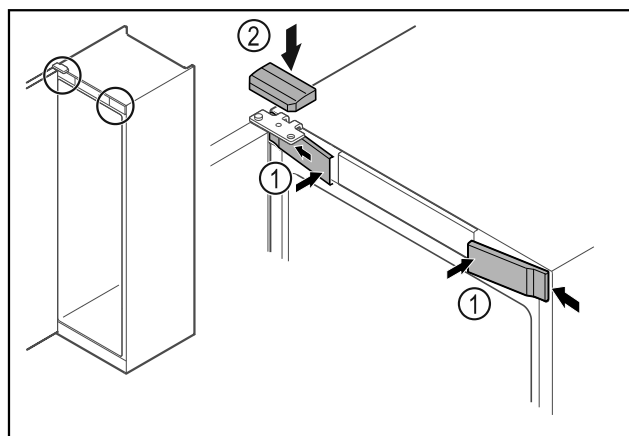

Fig. 27
- Αναρτήστε τα μπροστινά καλύμματα Fig. 27 (1) στο πλάι και κουμπώστε τα.
- Κουμπώστε το επάνω κάλυμμα Fig. 27 (2) από πάνω.